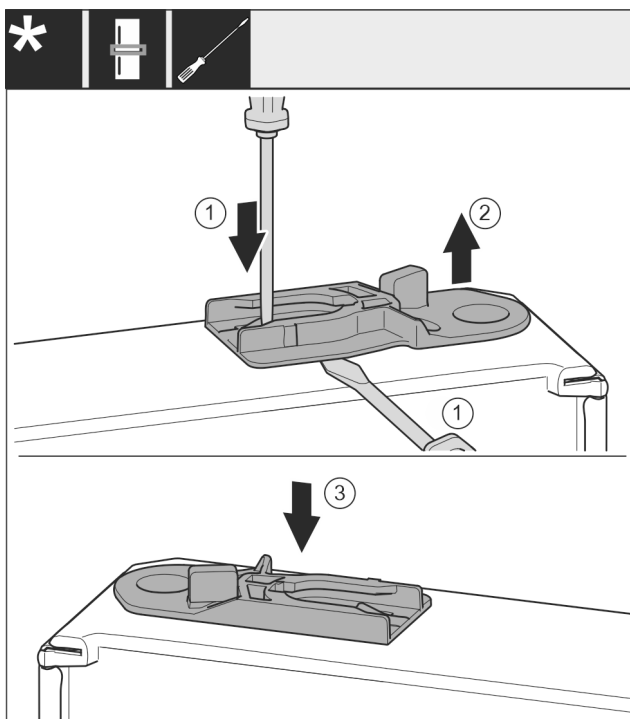

Fig. 45
- Retirer la douille de guidage : presser la languette Fig. 45 (1) avec un tournevis plat tout en faisant passer un autre tournevis plat sous la douille de guidage Fig. 45 (2).
- Insérer la douille de guidage Fig. 45 (3) fournie de l'autre côté du boîtier.